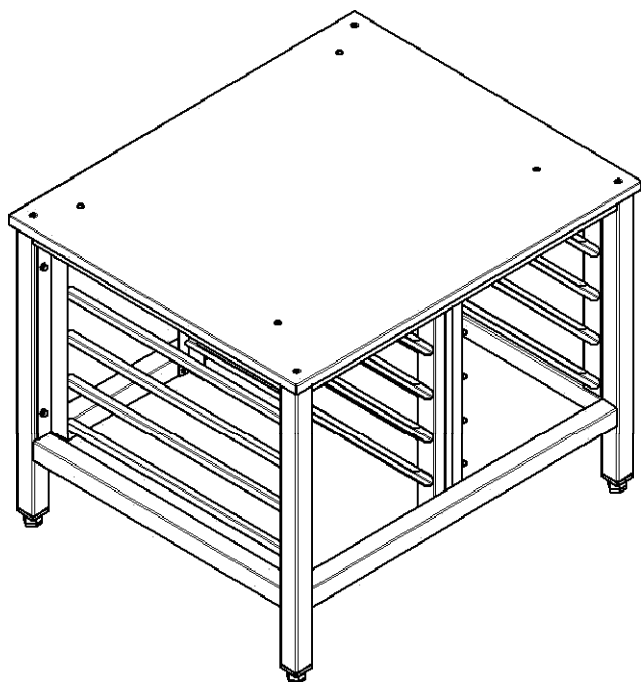

Рис. 3.1 Подставка для пароконвектоматов
- установить пароконвектомат на стол или подставку (рис. 3.1) ПКА-6М (завод изготовитель АО «Чувашторгтехника» г. Чебоксары, код для заказа 110000002326), ПКА-6МС (завод изготовитель АО «Чувашторгтехника» г. Чебоксары, код для заказа 110000019617) для ПКА6-1/1ПП2, и ПКА-10М (завод изготовитель АО «Чувашторгтехника» г. Чебоксары, код для заказа 110000002329), ПКА-10МС (завод изготовитель АО «Чувашторгтехника» г. Чебоксары, код для заказа 110000019616) для ПКА10-1/1ПП2 или шкаф расстоечный (рис. 3.2) ШРТ10-1/1М (завод изготовитель АО «Чувашторгтехника» г. Чебоксары, код для заказа 210001804063);